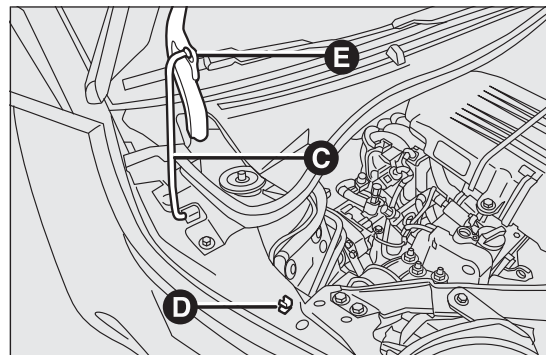

fig. 61
- ☐ levantar el capó y, al mismo tiempo, liberar la varilla de sujeción C fig. 61 de su dispositivo de bloqueo D; a continuación, introducir el extremo de la varilla en el alojamiento E del capó (orificio grande) y empujarlo a la posición de seguridad (orificio pequeño), como indica la figura.
- ☐ mantener levantado el capó con una mano y con la otra extraer la varilla C fig. 61 del alojamiento E y volver a colocarla en su dispositivo de bloqueo D;